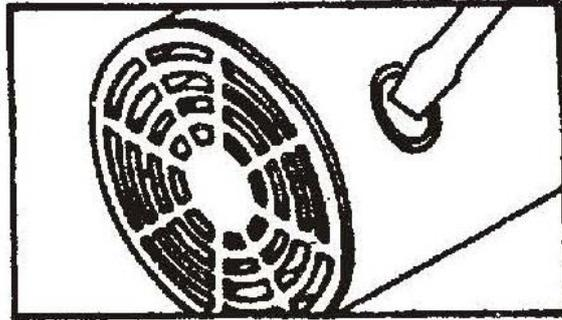

Fig 7
3. För att kontrollera eller byta kolborstarna, avlägsna borsthållarens lock genom att skruva ut skruven. Montera nya borstar. Låt verktyget arbeta obelastat i 10 minuter med de nya borstarna. (Fig. 7).
(Fig. 7)
3. For checking or replacing the carbon brushes, remove the brush holder cap by undoing the screw, fitting new brushes, let the tool run idle with the new brushes for 10 minutes. (Fig 7)